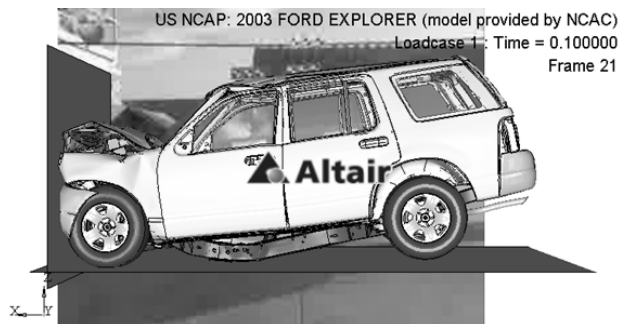

图 13-75 使视频和模型重合
- (7) 通过改变尺寸和移动操作使视频与模型文件位置相符合，如图 13-75 所示。